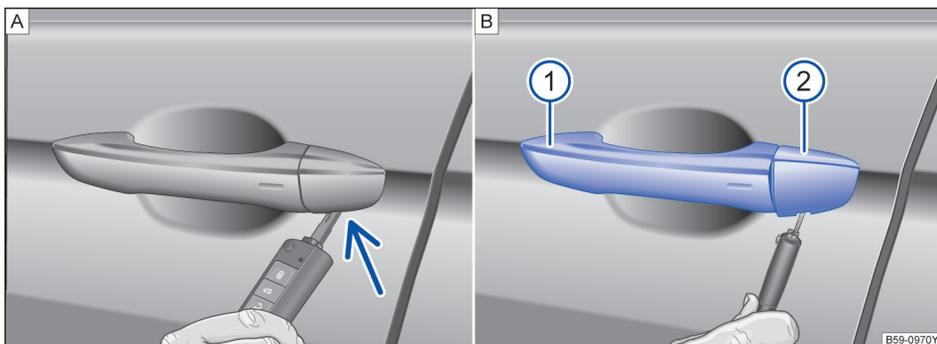

图 56 取下在驾驶员车门内车门锁的盖罩
- 拉起开门把手 ①。
- 将无线遥控钥匙的钥匙头从下面插入盖罩的开口内 → 图 56 ②。
- 转动钥匙以便松开盖罩并取下。→ 图 56